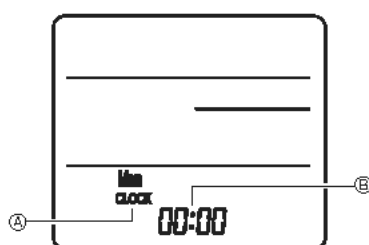

Fig. 7-8
3) Réglage (Réglage de l'horloge) (Fig. 7-8)
① Insérez les piles ou appuyez sur la touche **CLOCK** à l'aide d'un objet pointu.